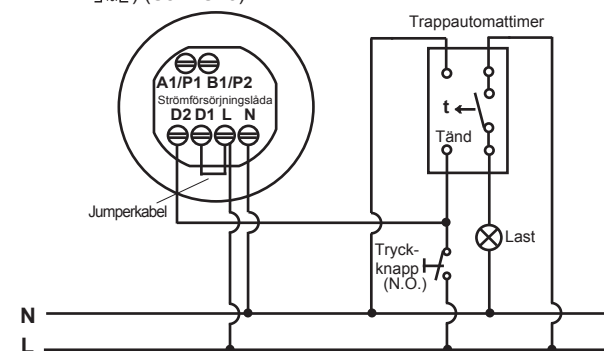

FIG. 5
- En sensor styr trappautomattimern (Ställ tidsknappen till \sqrt{s}) (Se FIG. 5).